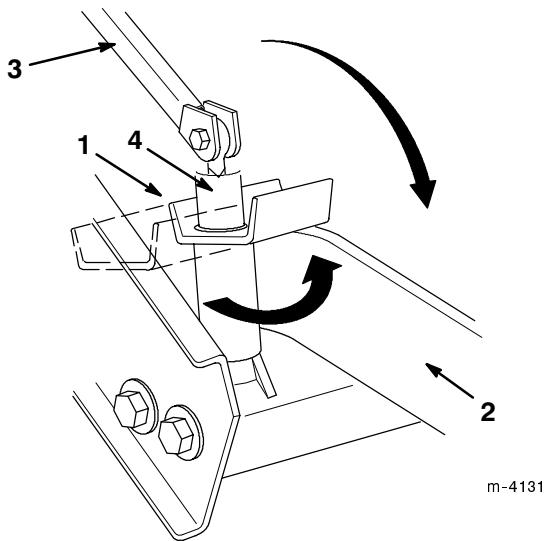

Figure 10
- Rabattre les presses sur les bras de chargeur, et abaisser les leviers de presse vers l'arrière pour les fixer (Fig. 10).